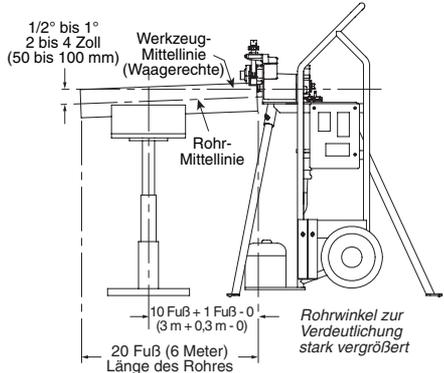

Abbildung 1 - ABSTÜTZEN DES ROHRES
a. Stellen Sie sicher, dass das Werkzeug waagrecht ist. Weitere Informationen zu den Ausrichtungsanforderungen finden Sie im Abschnitt „Aufbauen des Geräts“ auf Seite 6. Setzen Sie den Rohrbock nach oben, um für ein Gefälle von $1/2^\circ - 1^\circ$ weg vom Werkzeug zu sorgen (siehe Abbildung 1). Dadurch ist eine bessere Rohrführung möglich und die Bördelung am Rohrende wird geringer.
e. Stellen Sie den Rohrbock in einem Abstand von etwas mehr als der Hälfte der Rohrlänge vom Werkzeug auf. Siehe folgende Abbildung 1.
- In Abbildung 1 ist ein herkömmlicher Rohrbock dargestellt.